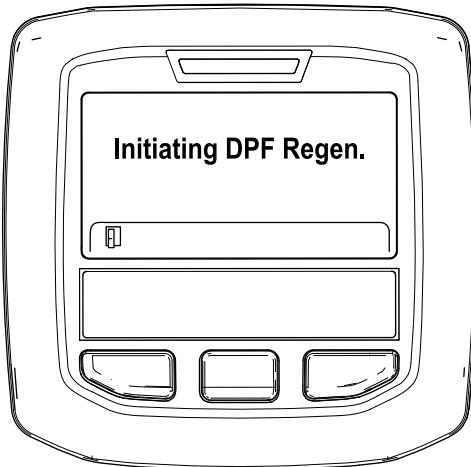

Рисунок 36
- «Initiating DPF Regen» («Начало регенерации DPF») (Рисунок 36).